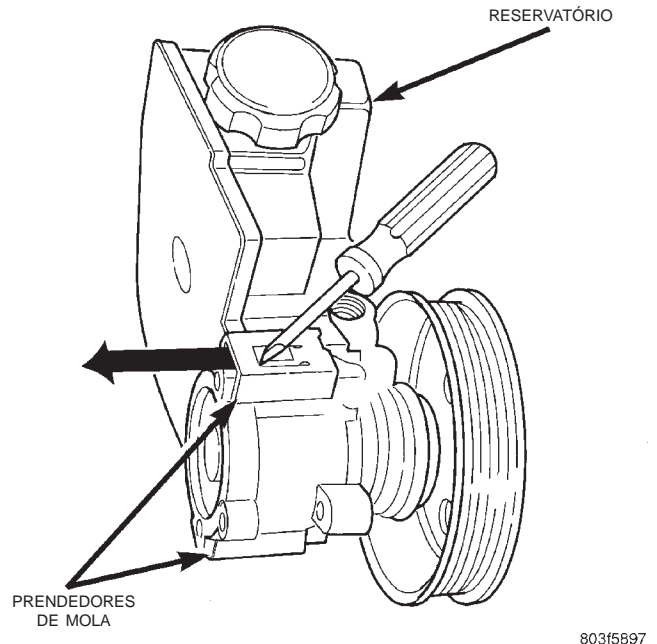

Fig. 7 Prendedores do Reservatório da Bomba
(1) Remova a bomba da direção hidráulica
(2) Limpe o exterior da bomba.
(3) Prenda o corpo da bomba em uma morsa com garras macias.
(4) Levante as abas e deslize para fora os prendedores de mola (Fig. 7).
(5) Remova o reservatório do fluido do corpo da bomba. Remova e descarte o O ring da vedação.